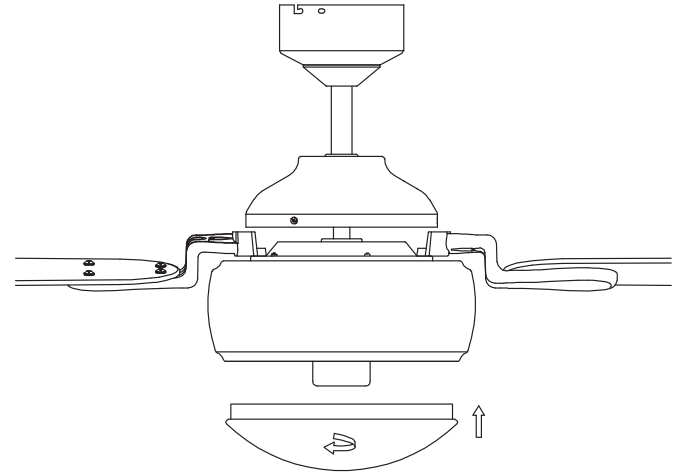

Figura 18
Paso 1. Levante la pantalla de vidrio hacia el ventilador y luego gírela en el sentido de las agujas del reloj hasta que quede firmemente asegurada. (Figura 18)